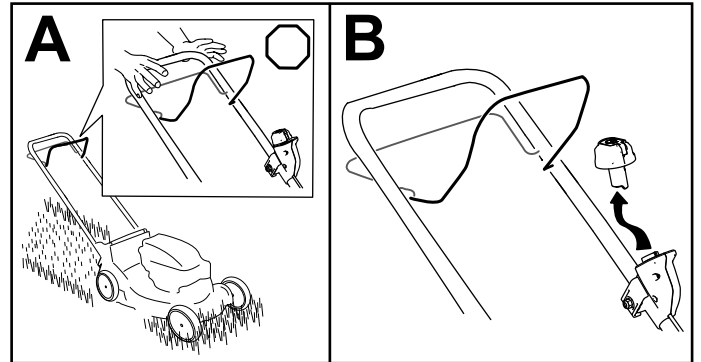

Figura 15
1. Rilasciate la barra di comando della lama (A della Figura 15).
2. Rimuovete il pulsante di avviamento elettrico dall'avviatore elettrico (B della Figura 15).